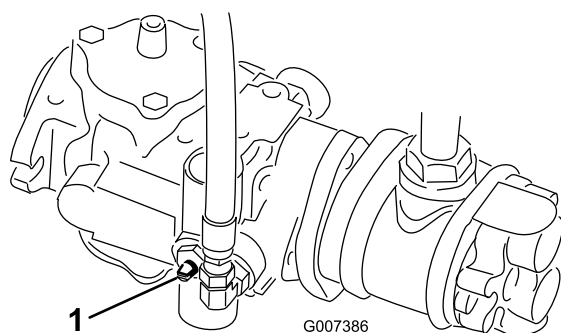

図 40
1. 油圧ポンプについているバイパス・バルブ（図 40）の溝が「縦」になるようにバルブを回転させる。
2. エンジンを始動する時には、必ずバイパスバルブ（図 40）を閉じる（溝が横向きになる）。バルブを開けたままでエンジンを掛けないこと。